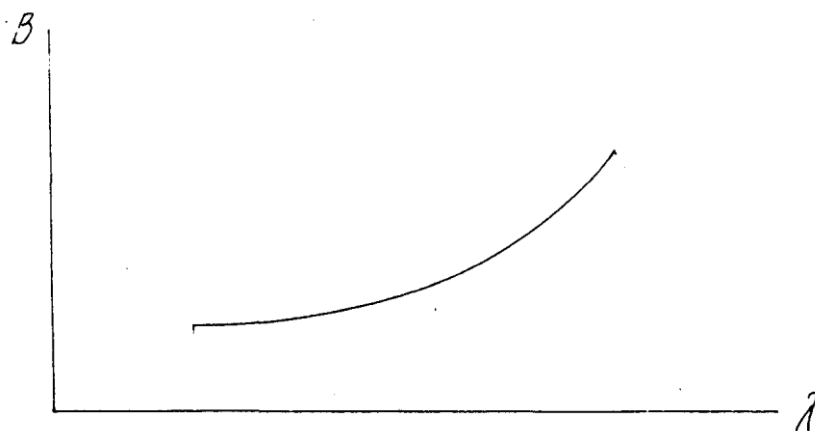

Рисунок 3 Примерный график зависимости B от λ
- Построить график зависимости B от λ , (рисунок 3).